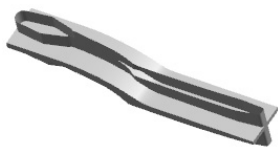
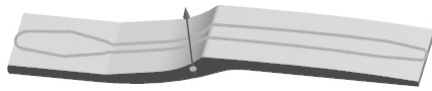

图 6.2.8 拉伸特征 2
图 6.2.9 截面草图
Step8. 创建图 6.2.8 所示的零件特征——拉伸 2。选择下拉菜单 **插入(S)** → **设计特征(E)** → **拉伸(L)...** 命令，系统弹出“拉伸”对话框。绘制图 6.2.9 所示的截面草图；在 **指定矢量** 下拉列表中选择 **-ZC** 选项，在 **限制** 区域的 **开始** 下拉列表框中选择 **对称值** 选项，并在其下的 **距离** 文本框中输入值 20，单击 **<确定>** 按钮，完成拉伸特征 2 的创建。